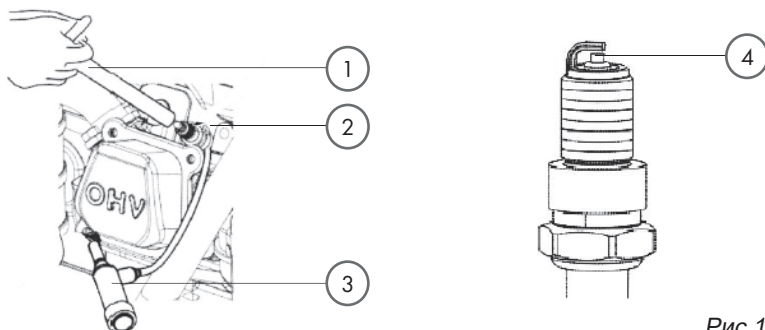

Рис. 14
2. Снять колпачок свечи зажигания (3) (рис. 14).
3. Использовать свечной ключ (1), чтобы выкрутить свечу зажигания (2).
5. С помощью щупа проверить зазор между контактами свечи (4). При необходимости отрегулировать зазор, осторожно подгибая боковой электрод.